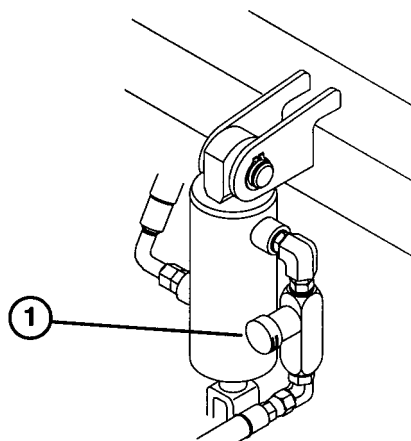

図 44
カッティングユニットの昇降回路にフロー・コントロール・バルブ（図44）がついており、製造時に約3回転の開度に調整されています。使用場所の気温などの条件により調整が必要な場合には以下の手順で行います：
1. 調整バルブは運転席の下にある油圧シリンダに装着されている（図44）。